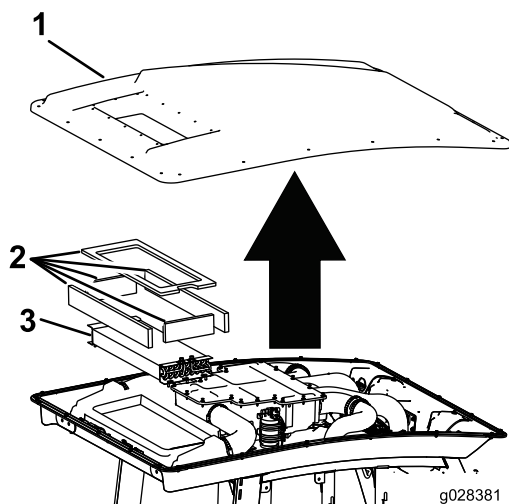

Bild 95
3. Nehmen Sie die 22 Schrauben ab, mit denen das Dach befestigt ist, um das Kabinendach von der Kabine abzunehmen (Bild 95).
4. Entfernen Sie die Luftfilter (Bild 95).
5. Entfernen und reinigen Sie die Klimaanlage (Bild 95).